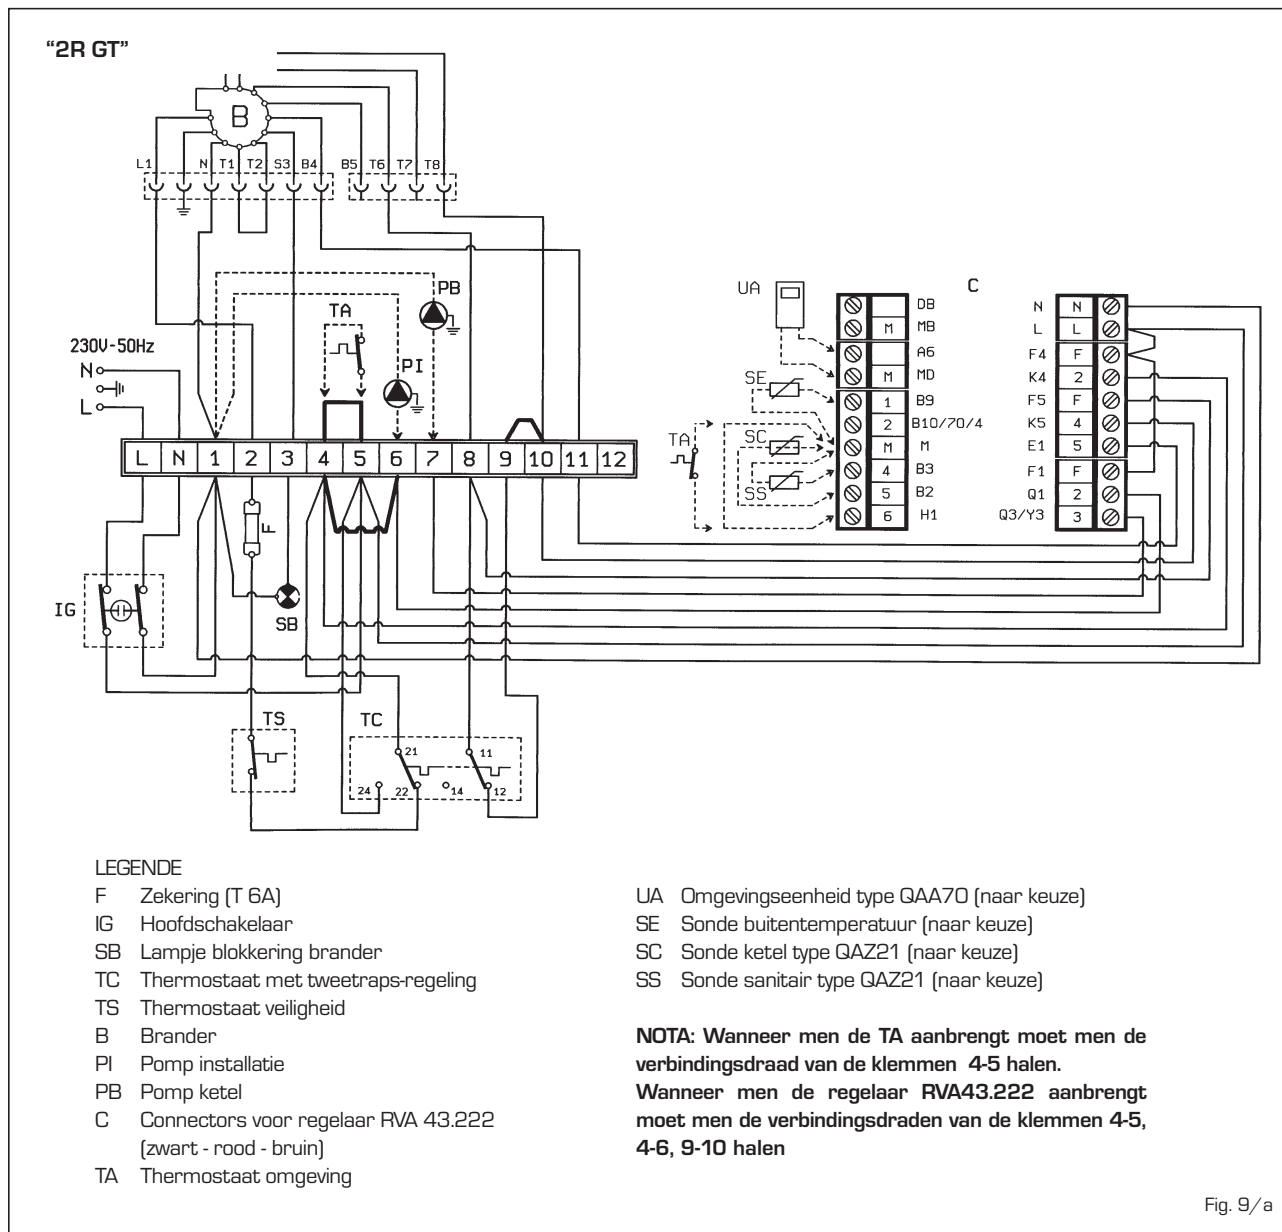

Fig. 9/a
buitentemperatuur (SE) volg de instructies aangegeven in de verpakking van de sonde zelf. Verwijs naar het schema van fig. 9/a voor de elektrische verbindingen.